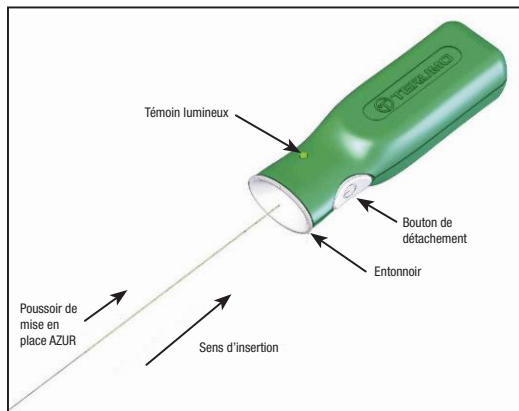

Figure 2 : Contrôleur de détachement AZUR
- Avant d'utiliser le dispositif, retirer du tube protecteur l'extrémité proximale du poussoir de mise en place. Prendre les précautions nécessaires pour éviter de contaminer cette extrémité du poussoir de mise en place avec des substances étrangères comme du sang ou du produit de contraste. Insérer fermement l'extrémité proximale du poussoir de mise en place dans la partie en entonnoir du contrôleur de détachement AZUR. Voir Figure 2. **Ne pas appuyer sur le bouton de détachement à ce stade.**
36. Raccorder l'extrémité proximale du poussoir de mise en place au contrôleur de détachement AZUR en insérant fermement l'extrémité proximale du poussoir de mise en place dans la partie en entonnoir du contrôleur de détachement AZUR. Voir Figure 2.